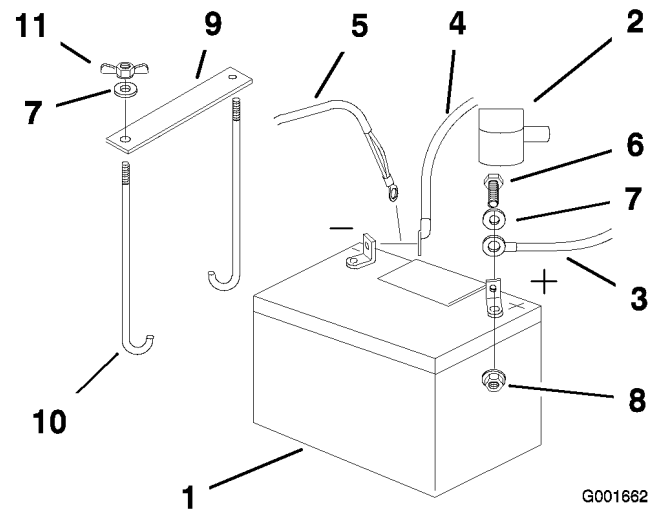

Figure 37
4. Commencez par débrancher le câble négatif et le câble de masse de la borne négative (-) de la batterie (Figure 37).
5. Ôtez le capuchon rouge de la borne positive (rouge) de la batterie. Débranchez ensuite le câble positif (rouge) de la batterie (Figure 37).
6. Retirez les deux écrous à oreilles (1/4 inch) qui fixent la barrette de maintien de la batterie (Figure 37).
1. Placez la batterie dans son support en tournant les bornes vers le moteur (Figure 37).
4. Fixez les câbles avec 2 boulons (1/4 x 3/4 po), 2 rondelles (1/4 inch) et 2 contre-écrous (1/4 inch) (Figure 37).
6. Fixez la batterie en position avec des boulons en J, une barrette de maintien et 2 rondelles (1/4 inch), ainsi que 2 écrous à oreilles ((1/4 inch)) (Figure 37).